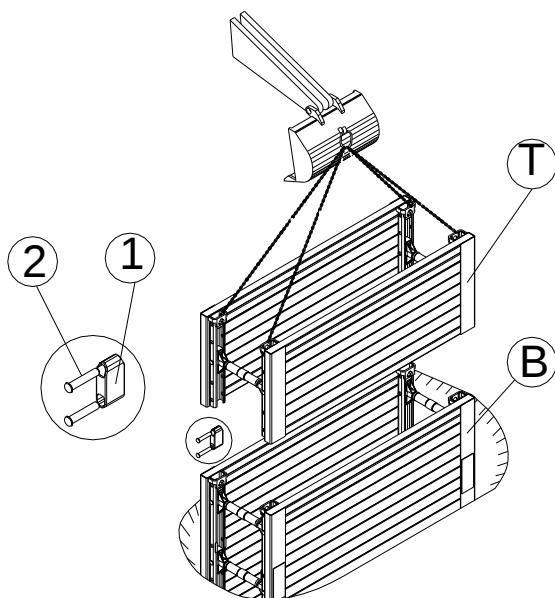

Figura 5: Adattamento del pannello superiore
A seconda della profondità necessaria della trincea, i moduli superiori (T) vengono montati sui moduli di base (B) (figura 5). I moduli di base e quelli superiori sono collegati tramite morsetti (1) e (2) bulloni. Ancora una volta bisogna utilizzare pannelli a pressione e/o travi a pressione per il processo di abbassamento in corso.